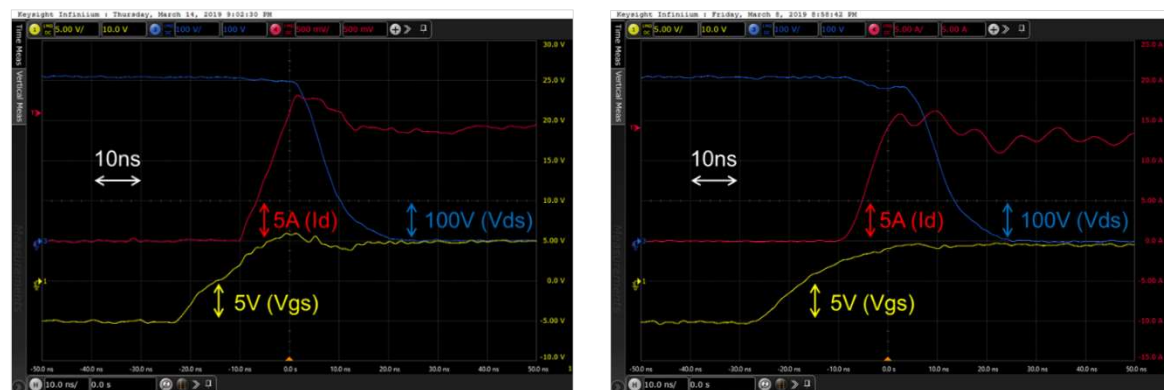

图 7. 是德科技的 R2GC 电流传感器 (左)、Pearson 探头宽带电流显示器 (右)。
- **电流传感器**——是德科技正在申请这项技术的专利，它能够实现超低插入损耗 ( $S_{21}$ ) 和大带宽。图 7 显示了是德科技的 R2GC 电流传感器技术与行业标准 Pearson 探头功能的比较。R2GC 电流传感器的频率分量明显更高 (大带宽)，从而可以表征出器件的真实特征。